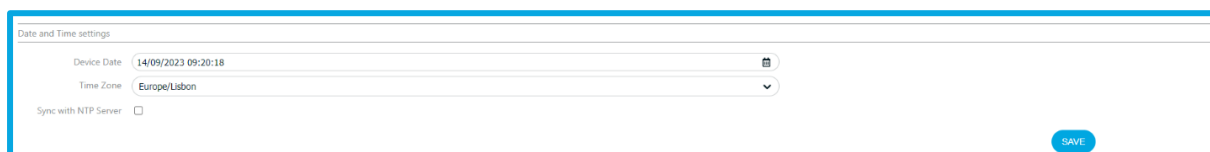
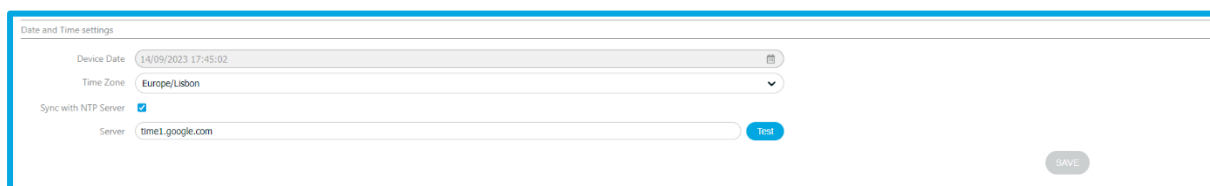

Figura 101 – Secção para configurar a data e hora com NTP desativo.
Figura 102 – Secção para configurar a data e hora com NTP ativo.
2. **Date and Time Settings:** definição da data e hora do dispositivo, manualmente ou com base no protocolo NTP. No caso de sincronizar com o servidor NTP, pode editar o campo do servidor, como se apresenta na Figura 101 e Figura 102, podendo o utilizador testar se o servidor inserido está correto antes de gravar as alterações.